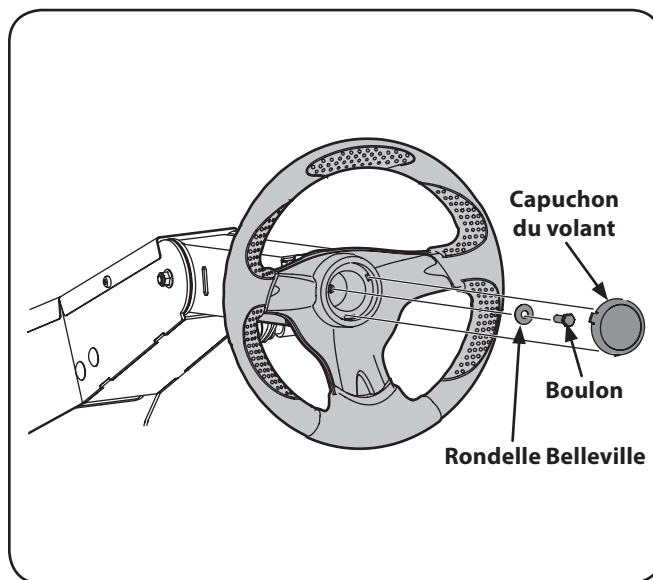

Figure 3-8
- Insérez la rondelle Belleville dans le volant de direction et fixez-la avec un boulon hexagonal. Voir Figure 3-8.